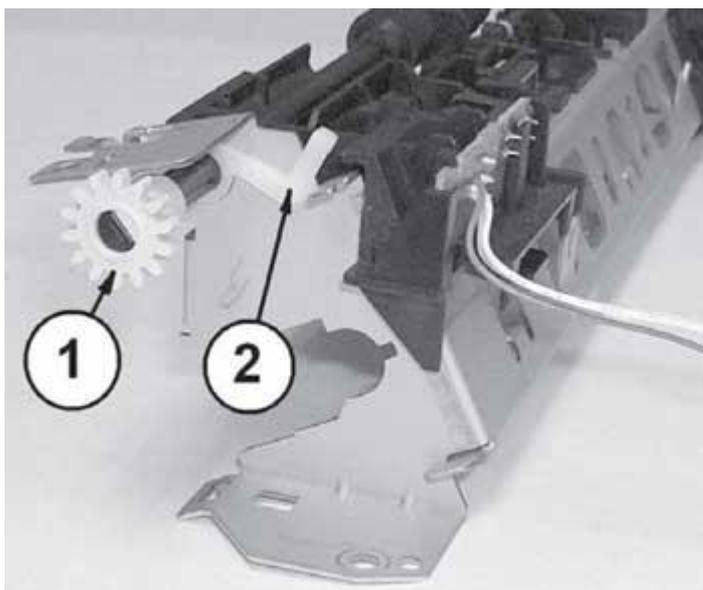

Рис. 16. Шестерня привода вала транспорта
1. Отжимают пластмассовый фиксатор и снимают шестерню привода вала транспорта (рис. 16, поз.1).